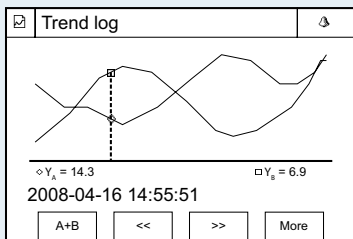

Рисунок 4
- Просмотр трендов (рисунок 4)